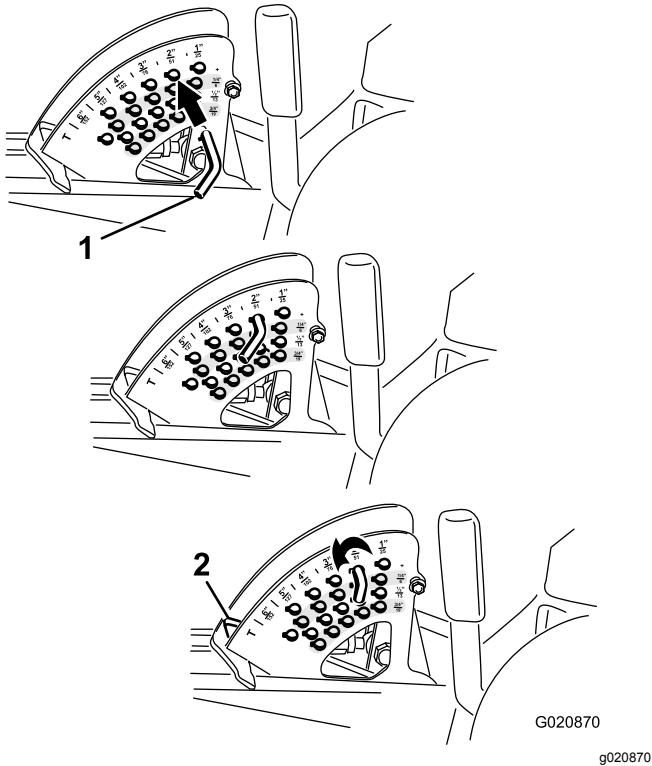

Figure 21
**Remarque:** Pour bloquer le tablier de coupe en position relevée, relevez-le au-delà de la position 15 cm (6 po), retirez la goupille de butée de hauteur de coupe (voir Réglage de la hauteur de coupe \(page 25\)) et insérez-la à la position 15 cm (6 po) (Figure 21).
2. Pour régler la hauteur de coupe, tournez la goupille de butée jusqu'à ce que la goupille cylindrique située à l'intérieur soit alignée sur les trous du support de hauteur de coupe et déposez-le (Figure 21).
3. Placez la goupille dans le trou du support correspondant à la hauteur de coupe voulue et tournez-la pour la verrouiller en place (Figure 21).
**Remarque:** Il y a 4 rangées de trous (Figure 21). La première rangée donne la hauteur de coupe indiquée au-dessus de la goupille. La deuxième rangée donne la hauteur indiquée plus 6 mm ( $\frac{1}{4}$  po). La troisième rangée donne la hauteur indiquée plus 12 mm ( $\frac{1}{2}$  po). La dernière rangée donne la hauteur indiquée plus 18 mm ( $\frac{3}{4}$  po). Un seul trou, situé dans la deuxième rangée, correspond à la hauteur de 15,8 cm (6 po). Il n'ajoute pas 6 mm ( $\frac{1}{4}$  po) à la hauteur de 15,8 cm (6 po).